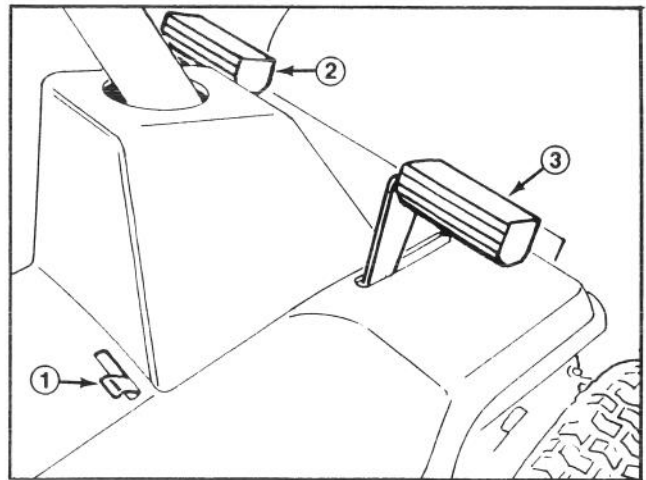

Figure 6
## Pédale d'embrayage (Fig. 6)
## Pédale de frein (Fig. 6)
## Frein de stationnement (Fig. 6)
1. Enclencher le frein de stationnement (Fig. 6); se référer à la section *Utilisation Du Frein De Stationnement*.
2. Bouger le levier du frein de stationnement vers la gauche pour relâcher la pédale de frein, jusqu'à ce qu'elle rencontre l'extrémité du levier du frein de stationnement (Fig. 6).
3. Pour relâcher le frein de stationnement, enfoncer la pédale de frein (Fig. 6), ce qui permet au levier du frein de stationnement de revenir au point mort. Relâcher ensuite la pédale de frein.